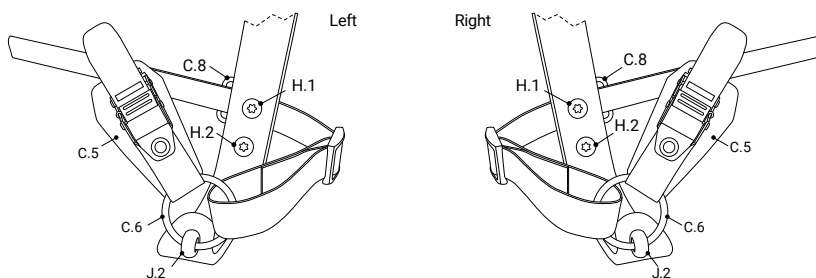

Figura 4: Cinghie con fibbie a cricchetto inferiori
Per il fissaggio sono necessari due bulloni a occhiello M8x9 (J.2). Posizionarli come mostrato nella Figura 4 o 5. Fissare i bulloni a occhiello con un frenafilietti ad alta resistenza.
Far passare il portachiavi (C.6) attraverso il bullone a occhiello e posizionare la cinghia e la fibbia come mostrato nella figura 4 o 5. Il portachiavi deve essere fatto passare completamente attraverso il bullone a occhiello.
Allentare e rimuovere le viti delle punte superiori e inferiori. Posizionare la cinghia dell'occhiello di guida (C.8) nell'incavo tra il gambo (A) e la punta (B). Posizionare l'occhiello guida come mostrato nella figura 4 o 5. Utilizzare le viti M8x25 (H.2) in dotazione per le punte superiori e inferiori per fissare le punte al gambo. Assicurarsi che la punta superiore sia guidata attraverso il foro nella cinghia dell'occhiello guida. Guidare la cinghia Classic attraverso l'occhiello.